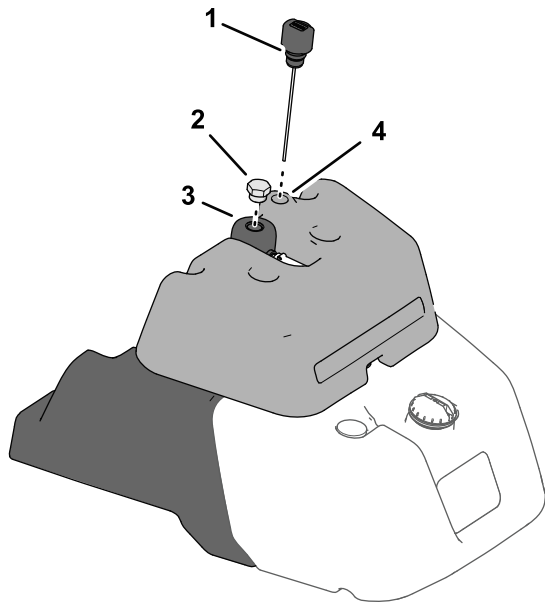

Figura 36
- Si su máquina tiene un indicador de combustible en la parte superior del depósito de combustible, localice la varilla del sistema hidráulico en la parte superior del depósito del detector de fugas (Figura 36) y vaya al paso 3.